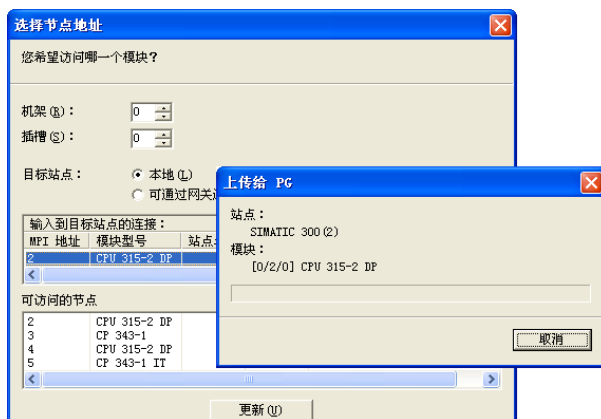

图 8-29 上传站点给 PG
- 4) 在 SIMATIC 管理器中执行菜单命令“PLC”→“将站点上传到 PG”，点击出现的“选择节点地址”对话框（见图 8-29）中的“显示”按钮。几秒钟后“可访问的节点”列表出现 MPI 网络上的节点，“显示”按钮上的字符变为“更新”。选中“可访问的节点”列表的某个 CPU，被选中的 CPU 出现在上面的表格中。
实验时发现如果使用以太网 CP 的以太网接口来上传，图 8-29 中的“可访问的节点”列表只有 CP 的 IP 地址或 MAC 地址。如果选中某个 CP 后启动上传，因为必须通过 CPU 上传，所以不能用以太网 CP 来将站点上传到 PG。